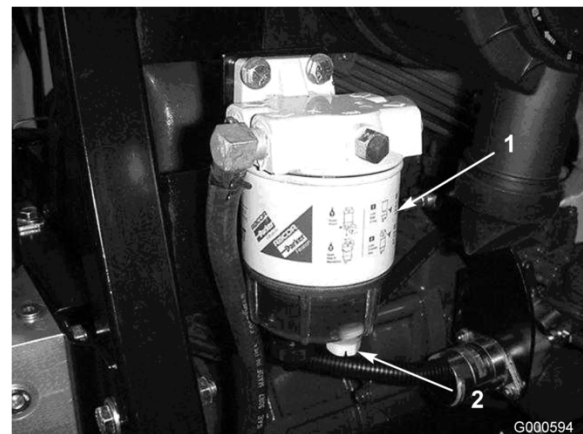

Figura 34
Drene el agua y otros contaminantes del separador de agua (Figura 34) a diario.
2. Afloje el tapón de vaciado en la parte inferior del cartucho del filtro (Figura 34). Apriete el tapón después del vaciado.